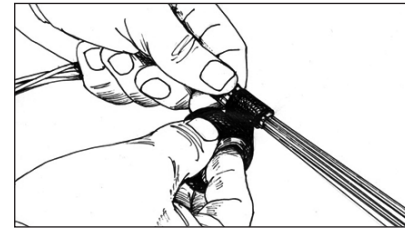

Рисунок 10
- 15** Обмотать пучок ОМ лентой виниловой 2-3 слоя в месте ввода его на кассету (рисунок 10) и закрепить (без натяжения) двумя стяжками нейлоновыми. Отрезать концы стяжек. Уложить запасы длин ОВ на кассету.